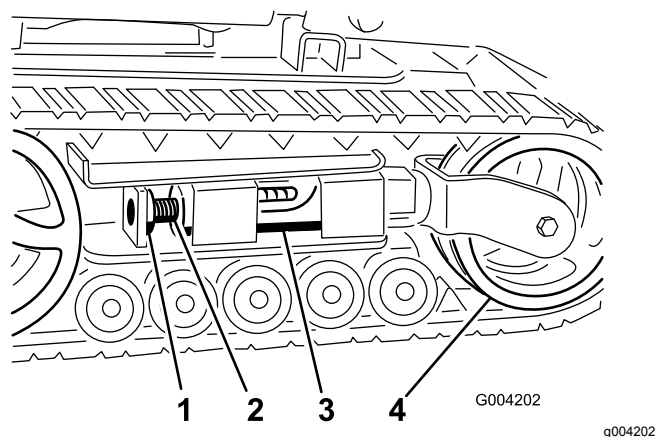
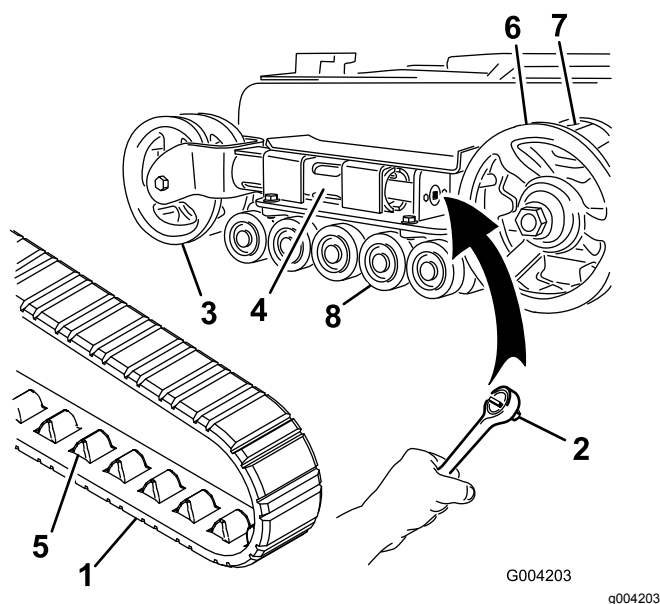
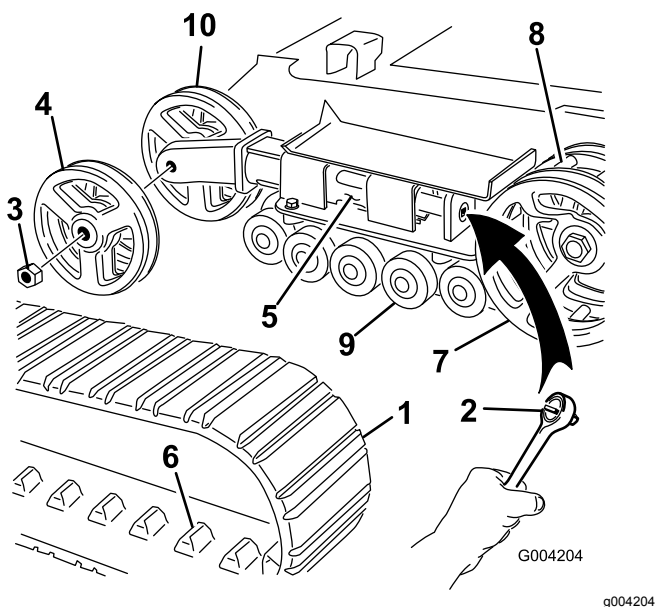

Рисунок 45
Рисунок 46
Рисунок 47
4. Отвинтите зажимной болт и гайку (Рисунок 45).
6. Совместите ближайшую выемку в натяжном винте с отверстием в зажимном болте и закрепите винт при помощи зажимного болта и гайки (Рисунок 45).
Примечание: Если передние натяжные колеса установлены в вилке на конце натяжной трубы, на вашей машине установлены узкие гусеницы. (Рисунок 46).
вращая натяжной винт по часовой стрелке (Рисунок 45 и Рисунок 46).
- Надавите на натяжное колесо в направлении задней части блока, чтобы придвинуть натяжную трубу к раме (Рисунок 46).
- Когда гусеница будет снята с натяжного колеса, снимите ее с ведущей звездочки и опорных катков (Рисунок 46).
- Сначала установите новую гусеницу на ведущую звездочку. Звенья гусеницы должны находиться между зубьями звездочки (Рисунок 46).
- Протолкните гусеницу под опорные катки и одновременно между ними (Рисунок 46).
Примечание: Если передние натяжные колеса установлены на конце натяжной трубы с боковых сторон, на вашей машине установлены широкие гусеницы (Рисунок 47).
- Отвинтите зажимной болт и гайку (Рисунок 45).
- Используя ключ с храповым механизмом на 1/2 дюйма, ослабьте натяжение привода, вращая натяжной винт по часовой стрелке (Рисунок 45 и Рисунок 47).
6. Надавите на натяжное колесо в направлении задней части блока, чтобы придвинуть натяжную трубу к раме (Рисунок 47).
7. Отвинтите гайку, которая крепит внешнее натяжное колесо, и снимите колесо (Рисунок 47).
8. Снимите гусеницу (Рисунок 47).
9. Отвинтите гайку, которая крепит внутреннее натяжное колесо, и снимите колесо (Рисунок 47).
13. Установите внутреннее натяжное колесо и закрепите его отвинченной ранее гайкой (Рисунок 47).
15. Установите новую гусеницу на ведущую звездочку. Звенья гусеницы должны находиться между зубьями средней части звездочки (Рисунок 47).
16. Установите внешнее натяжное колесо и закрепите его отвинченной ранее гайкой (Рисунок 47).
6. Поместите наполненный смазкой колпачок опорного катка поверх головки болта (Рисунок 46).
7. Закрепите колпачок опорного катка стопорным кольцом (Рисунок 46).